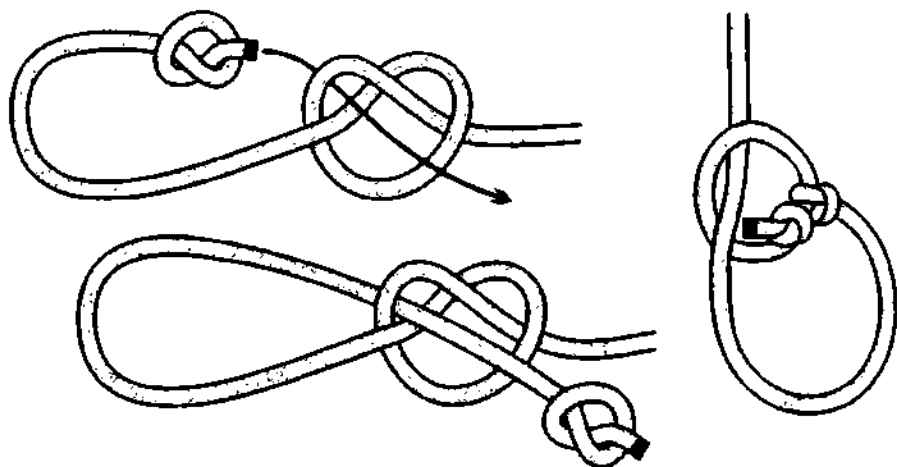

Рис. 353. Петля *хонда* вяжется из двух *простых узлов*.
*Хонда* вязалась на арканах различными народами с древнейших времён. Узел *хонда* – это комбинация двух стопорных узлов, образующих незатягивающуюся петлю (рис. 353). Вместо *простых узлов* могут быть завязаны и *восьмёрки*.